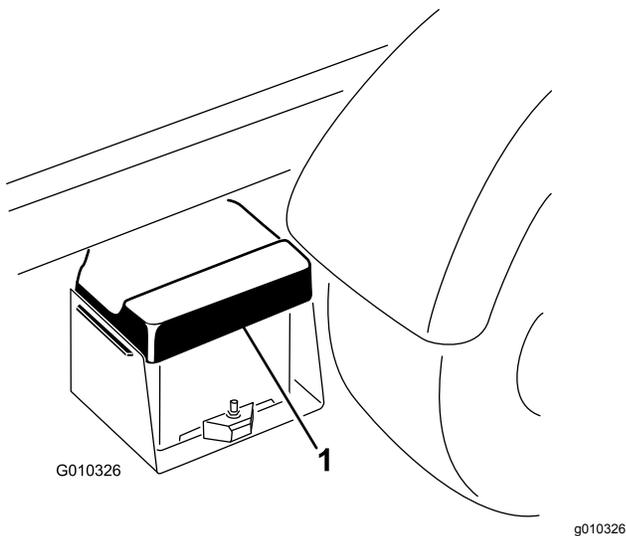

図 50
1. バッテリーカバーをたわめて、タブをバッテリーベースから外し、カバーをバッテリーから取り外す 図 50。